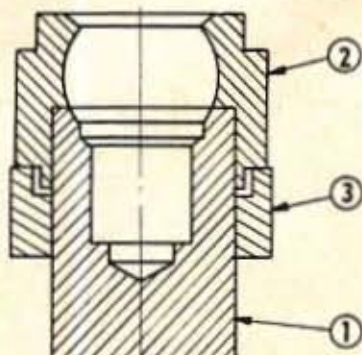

Fig. 134. — Mise en place du collier de réglage
• Mettre en contact avec ce boîtier 2 le collier de réglage 3 et bloquer la vis de serrage (fig. 134).